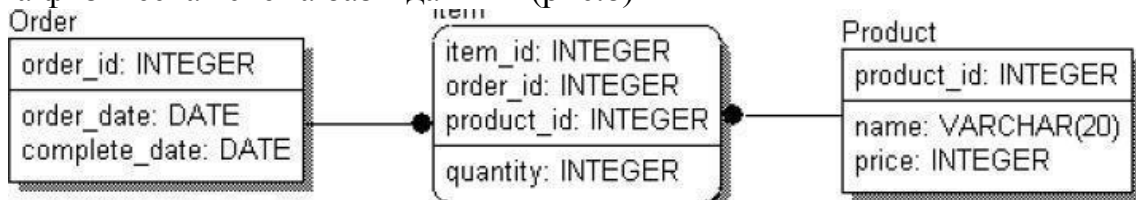

Рисунок 8.Автоматически созданная физическая схема БД
- При переключении с логического уровня на физический автоматически будет создана физическая схема базы данных (рис.8)